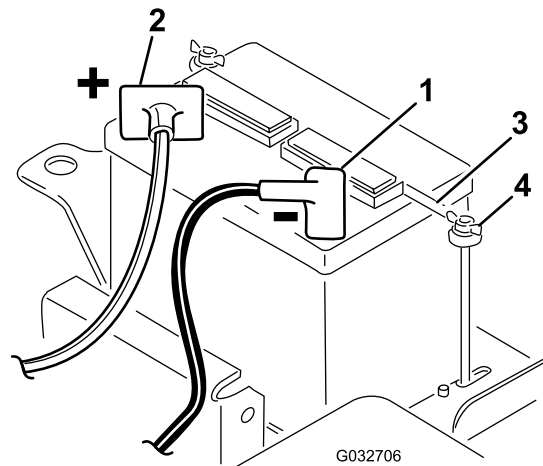

Figure 5
2. Branchez le câble de batterie positif (rouge) entre le solénoïde de démarreur et la borne positive (+) de la batterie (Figure 5). Fixez-le avec un boulon de carrosserie et un écrou. Vérifiez que le siège ne touche pas le câble quand il est reculé au maximum, car cela pourrait user ou endommager le câble.
5. Mettez en place la barrette de maintien de la batterie et les rondelles et fixez le tout avec les écrous à oreilles (Figure 5).